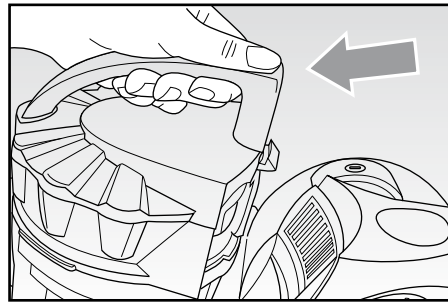

Fig. 7
- Premere il pulsante di sblocco (D) e contemporaneamente estrarre il contenitore della polvere (A) per mezzo dell'apposita impugnatura (E) (Fig. 7).